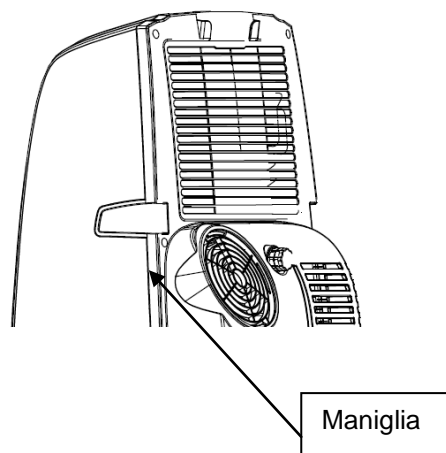

Figura 5
1) Impugna le maniglie nel pannello laterale per posizionare l'unità in posizione eretta. (Come mostrato in Figura 5).